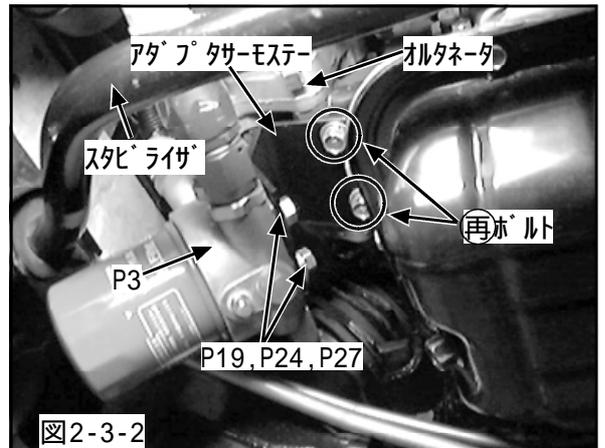

図2-3-2
(2) アダプタサーモAssyをアダプタサーモステーに仮付けしてください。(図2-3-2)